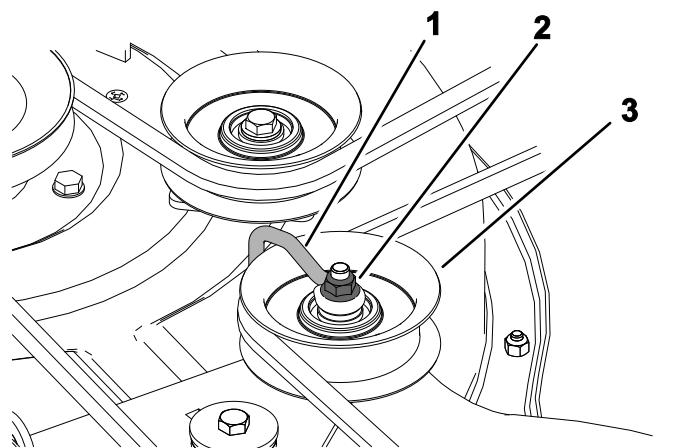

Рисунок 56
6. На деках с 3 ножами ослабьте гайку крепления формованного проволочного элемента к натяжному ролику (Рисунок 56).
- Примечание:** Приложите формованный проволочный элемент к рычагу натяжного шкива, как показано на Рисунок 56.